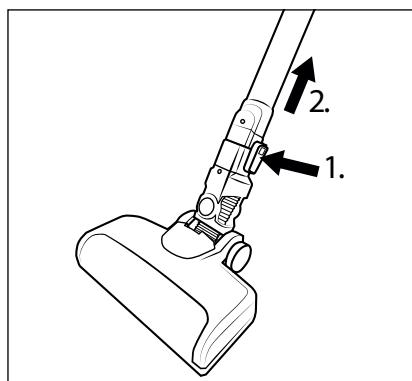

Abb. 12
- ◆ Um die Bodenbürste ② vom Saugrohr ④ zu entfernen, halten Sie die Bodenbürsten-Entriegelungstaste ③ gedrückt und ziehen Sie das Saugrohr ④ von der Bodenbürste ② ab (siehe Abb. 12).